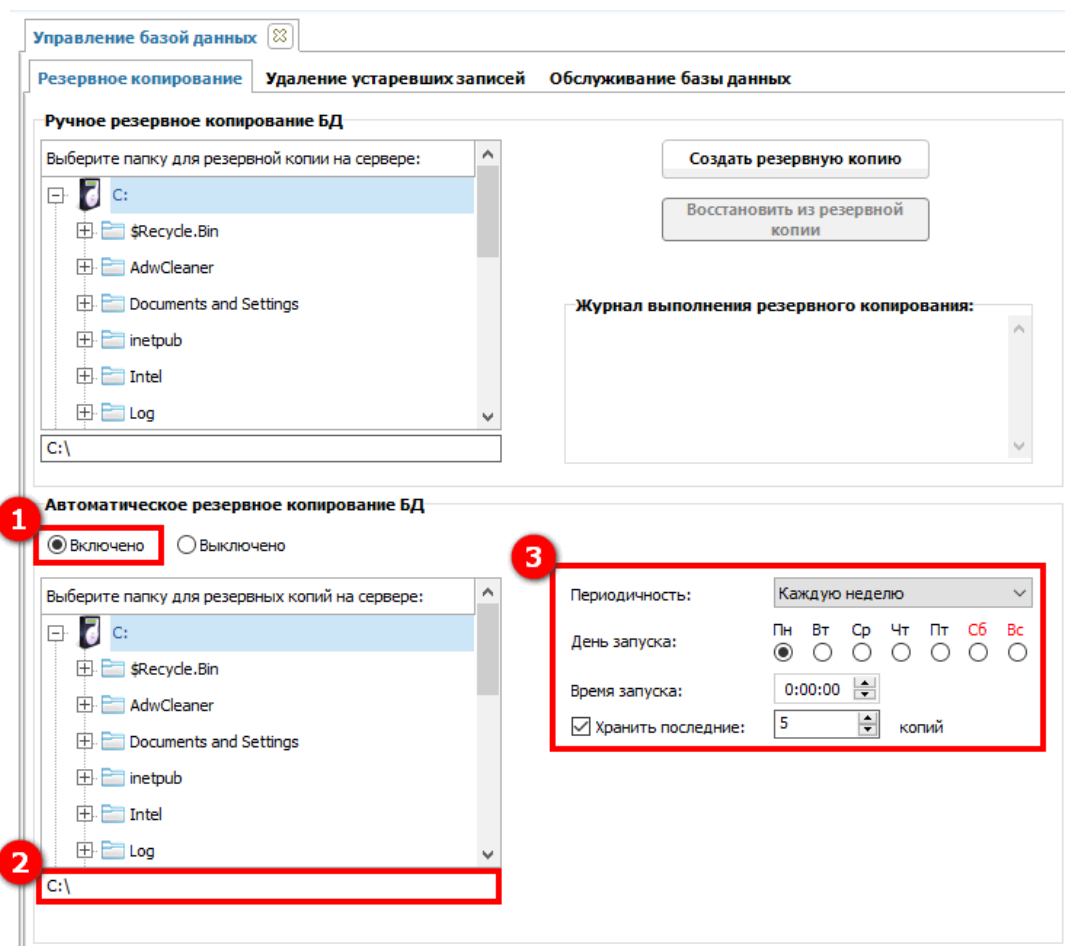

Рисунок 259 – Автоматическое резервное копирование БД
Для автоматического создания резервных копий БД необходимо поставить отметку в поле **Включено** (1) (см. рисунок 259). Далее указать папку, куда будет производиться автоматическое резервное копирование БД (2), указать периодичность запуска резервного копирования (день, неделя, месяц), время запуска. При необходимости поставить отметку для хранения последних копий и указать их количество (3). В этом случае при очередном запуске копирования самая давняя копия будет удалена.